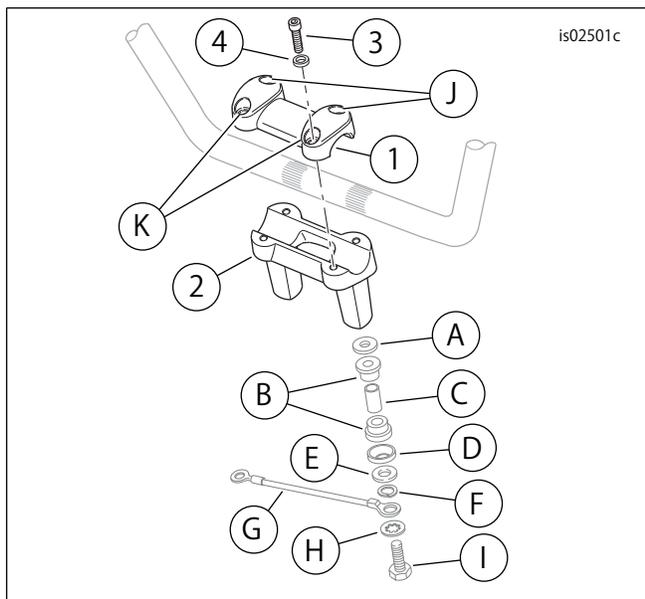

図1. 交換用パーツ、ワンピースファットハンドルバーライザーキット
「図1」および「表1」を参照してください。
2. 「図1」を参照してください。アッパーフォークブラケット下からライザー取り付けネジ(I) 2本を外します。ライザーと部品(AからH)を外します。部品の順序と向きをメモし、後で取り付けられるようにとっておきます。純正(OE)ライザーとライザーランプ(またはキャップ)を捨てます。